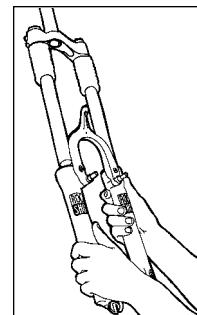

Fig. 5
6. Afloje el perno del émbolo completamente y repita el procedimiento en el otro tubo inferior. 7. Deslice hacia afuera el conjunto monopieza del tubo inferior (consulte la Fig. 5.) Retire los guardapolvos de la horquilla.